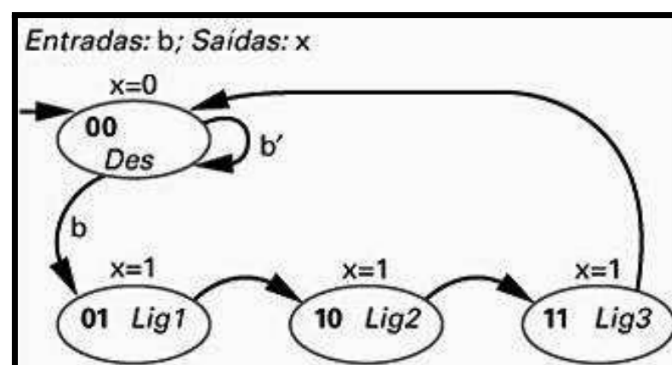

Figura 7 - Diagrama de estados do temporizador de laser com os estados codificados.
Passo 3 - Codifique os estados. Podemos codificar os estados como segue. *Des*: 00; *Lig1*: 01; *Lig2*: 10 e *Lig3*: 11. Lembre-se, qualquer codificação não repetida é aceitável. O diagrama de estados com as codificações está mostrado na Figura 7.